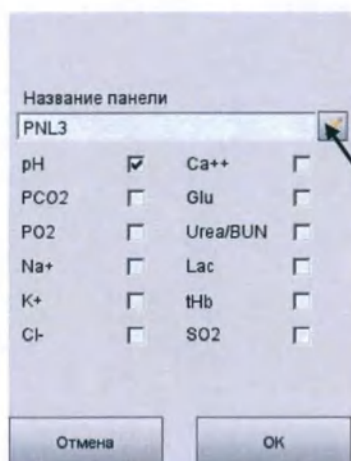

Рис.3-26 Выбор параметров
6. На следующем экране (Рис.3-26), нажмите и введите название панели тестов. Выберите параметры, которые хотите включить в эту панель